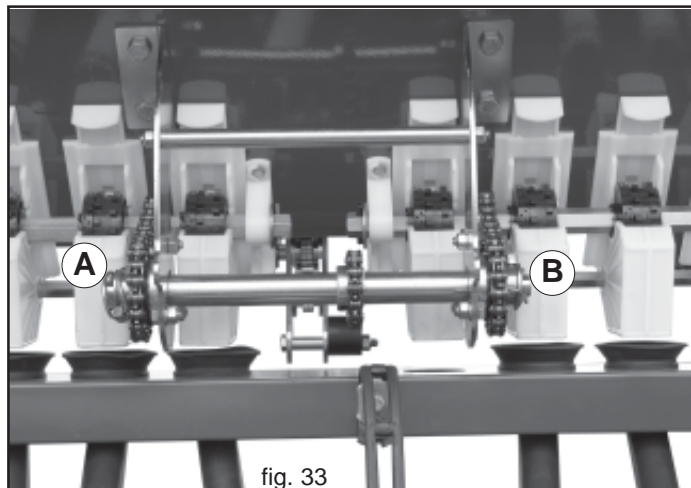

fig. 33
Dans l'éventualité que soit nécessaire ensemer avec demi-machine, lever le carter de sécurité du renvoi de transmission, décrocher la bloche (A) ou (B) de Fig. 33 pour exclure le mouvement aux distributeurs des graines respectivement droits et gauches